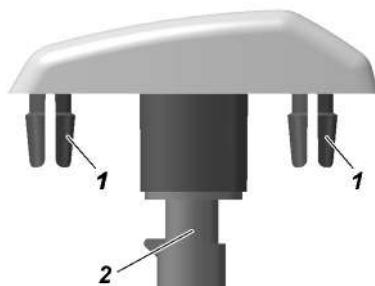

Рис. 9.38. Боковой указатель поворота:
**Боковые указатели поворота** установлены сбоку на передних крыльях. Для замены лампы указателя поворота сожмите фиксаторы 1 (рис. 9.38) и снимите указатели поворота с автомобиля, затем выньте патрон 2 с лампой.